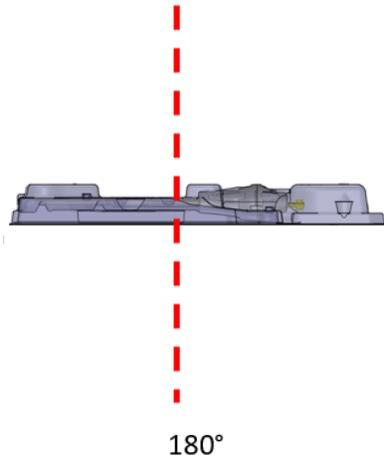

Abbildung 15: UA in 180°-Position
- f. Drehen Sie die UA-Verpackung so, dass die flache Seite nach unten zeigt oder sich in der 180°-Position befindet (*Abbildung 15*). Inspizieren Sie den UA sorgfältig durch die Kunststoffverpackung, und vergewissern Sie sich, dass sich in der Verpackung keine Wasserreste mehr befinden, die auf eine Undichtigkeit hindeuten würden. Wenn Sie Wasser sehen, ist der UA defekt und darf nicht verwendet werden. Nehmen Sie eine neue UA-Verpackung und wiederholen Sie die UA-Vorbereitung.